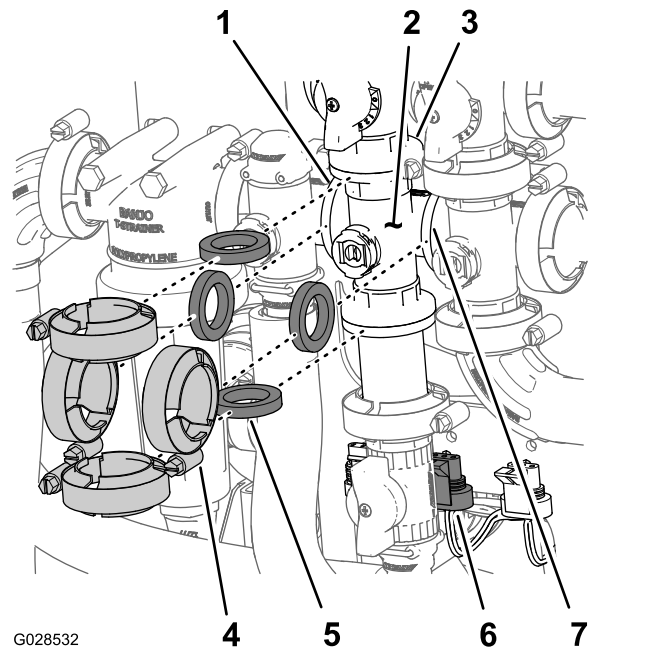

**Figura 84**
2. Retire la horquilla de retención que sujeta el conector de salida al distribuidor de la válvula de control de caudal (Figura 84).
3. Retire los 2 pernos con arandela prensada y las 2 tuercas con arandela prensada que sujetan la válvula de control de caudal al soporte de la válvula, y retire el distribuidor de la válvula de la máquina (Figura 84).